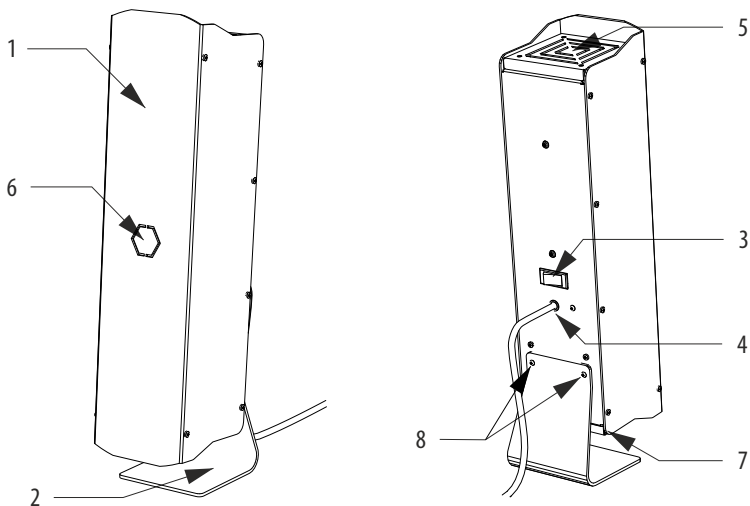

Рисунок 1. Общая конструкция очистителя воздуха ОВУ-02.
- 5.1. ОВУ-02 представляет собой переносной прибор (см. рис. 1), состоящий из корпуса (1) и подставки (2). На корпусе расположены: рокерный выключатель (3), разъем для подключения шнура питания (4), вентилятор (5), индикатор работы (6), воздушный фильтр (7). Вентилятор и воздушный фильтр закрыты защитными решетками. Подставка крепится к корпусу двумя винтами (8).